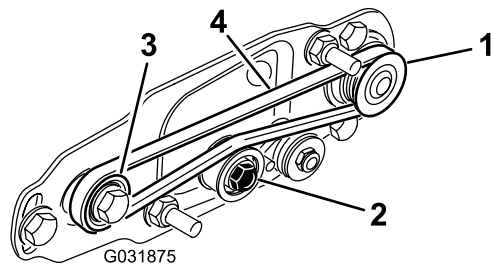

图 26
- A. 先缠绕驱动皮带轮周围的皮带然后再缠绕怠轮皮带轮顶部上方的皮带图 26。
- B. 启动从动皮带轮上的皮带图 26。